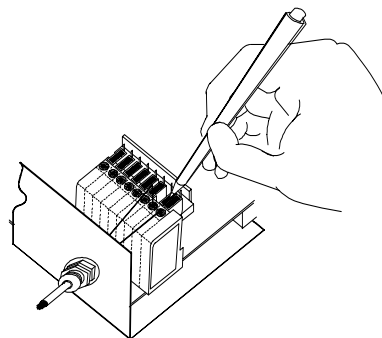

Abbildung 8 - Anschließen der Leitungen
- Drücken Sie den Kontakthebel direkt neben der zu verdrahtenden Klemme mit einem kleinen Schraubendreher nach unten wie in Abbildung 8 gezeigt.